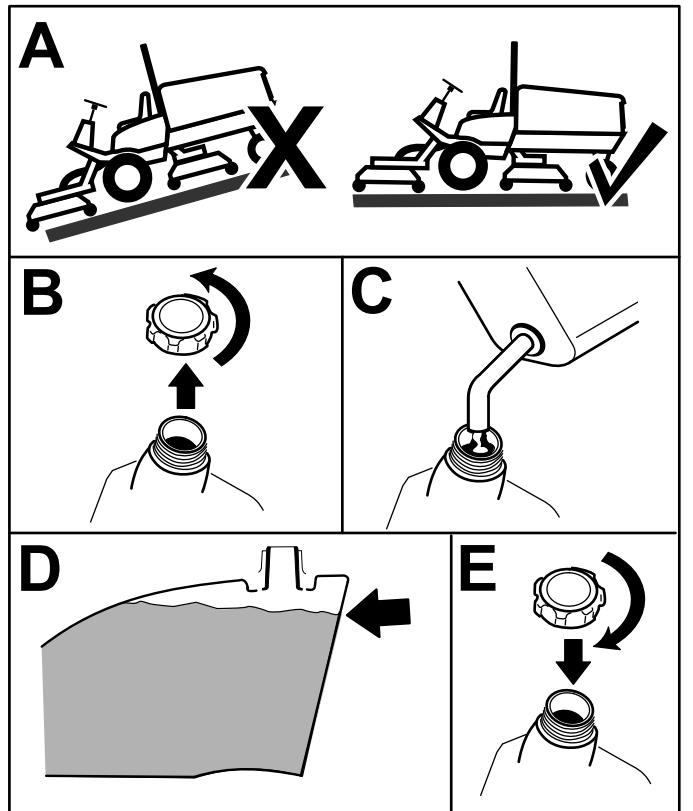

Figura 18
1. Parcheggiate la macchina su terreno pianeggiante (Figura 18).
2. Togliete il tappo dal serbatoio carburante (Figura 18).
3. Riempite il serbatoio fino a quando il livello del carburante si trova 6–13 mm sotto la base del bocchettone di riempimento (Figura 18).
4. Dopo aver riempito il serbatoio, serrate a fondo il tappo (Figura 18).